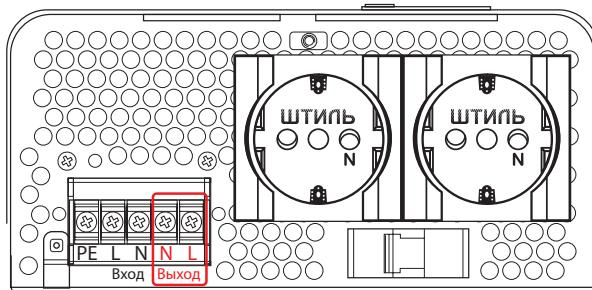

Рисунок 13. Стабилизатор Штиль IS2500, IS3000 и IS3500.
8. Убедившись в отсутствии напряжения на выходе стабилизатора, подключить нагрузку. Подключение нагрузки осуществляется у моделей IS350, IS550, IS1000, IS1500 и IS2000 к розеткам, у моделей IS2500, IS3000 и IS3500 к розеткам и к выводам «Выход N-L» (рисунок 13). Рекомендованное сечение кабеля для подключения нагрузки к выводам «Выход N-L» – 2,5 мм².